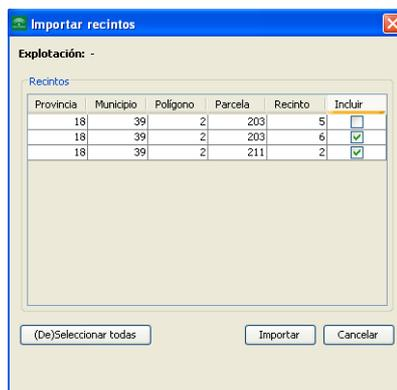

Fig. 18
- **Importar recintos**: Permite incorporar recintos a la explotación que se encuentra activa en la ventana de trabajo, procedente de otras explotaciones que se encuentren en la base de datos (Fig 18):